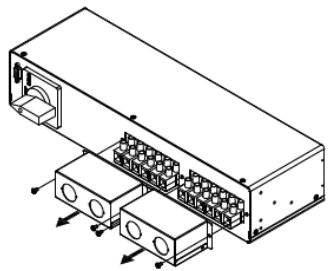

Рис. 3
- Открутите винты и снимите коробки кабельных вводов с БСБ-О (см. Рис.3).